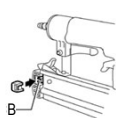

FIGURA 7.1
- Con el equipamiento desconectado de la red de aire, mueva la palanca de la traba del peine (B) localizada en la parte lateral (Figura 7.1) o trasera (Figura 7.2) del equipamiento para cargarlo;
- Enseguida, coloque la barra de grapas o pernos dentro del peine (A). En caso de que el equipamiento esté conectado a la red de aire, NO cargue el peine (A) con el gatillo accionado, y para cerrarlo, empujelo hasta que se trabase (Figura 7.1);